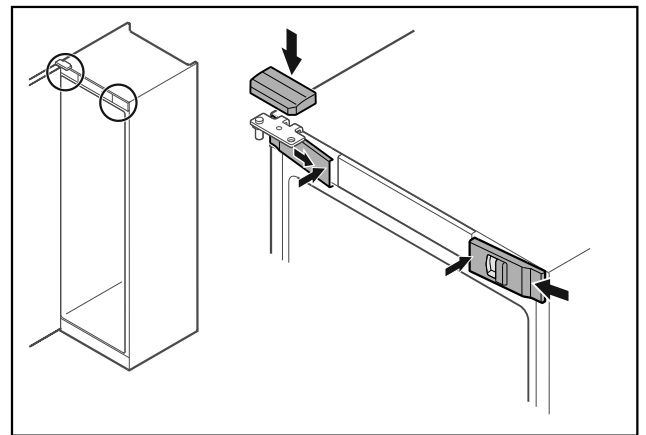

Fig. 52
- ▶ Vordere Abdeckungen Fig. 52 (1) seitlich einhaken und innen aufrasten.
- ▶ Obere Abdeckung Fig. 52 (2) von oben aufrasten.